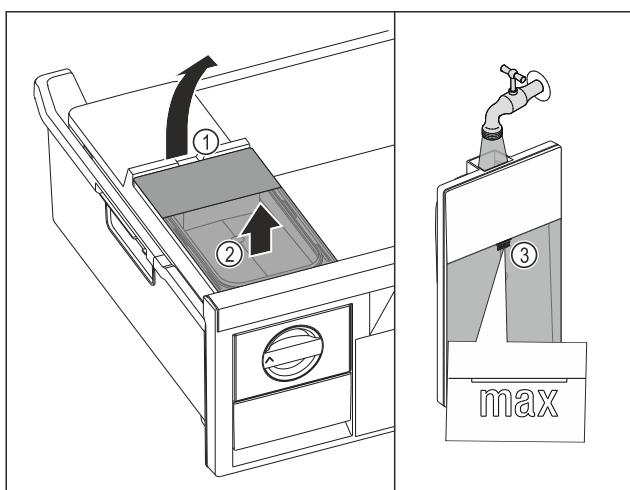

Fig. 180
► Повдигнете резервоара за вода при прореза Fig. 180 (1).
► Извадете резервоара за вода нагоре. Fig. 180 (2)
► Напълнете резервоара за вода до маркировката Fig. 180 (3) с питейна вода.